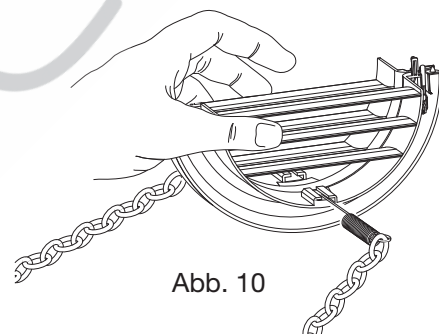

Abb. 10
- Falten Sie die äußeren Gitter nach hinten und fassen Sie sie mit der freien Hand an der Stelle, an der sie sich verbiegen, und führen Sie Ihre Finger in die einzelnen Lamellen ein. (Abb. 10)